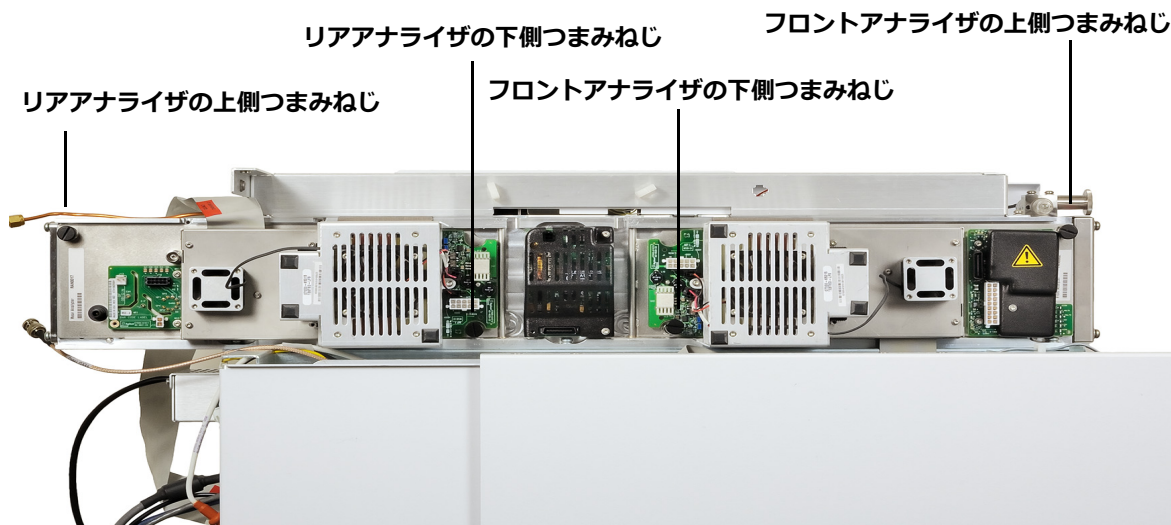

図 15 サイドプレートのおつまみねじ
- 7 両方のアナライザのサイドプレートのつまみねじを指で締めます。(図 15 を参照してください)。